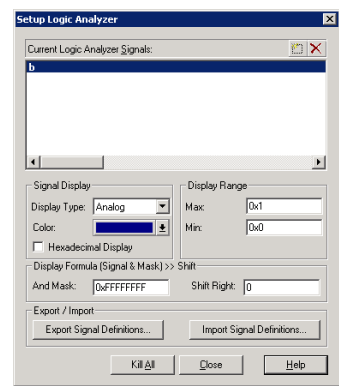

图 21-13 “Setup Logic Analyzer”对话框
(11) 选择“View”→“Logic Analyzer Window”命令，打开“Logic Analyzer”窗口。
(12) 在“Logic Analyzer”窗口，单击“Setup...”按钮，打开“Setup Logic Analyzer”对话框，如图 21-13 所示。在“Current Logic Analyzer Signals:”文本框中输入变量 b。